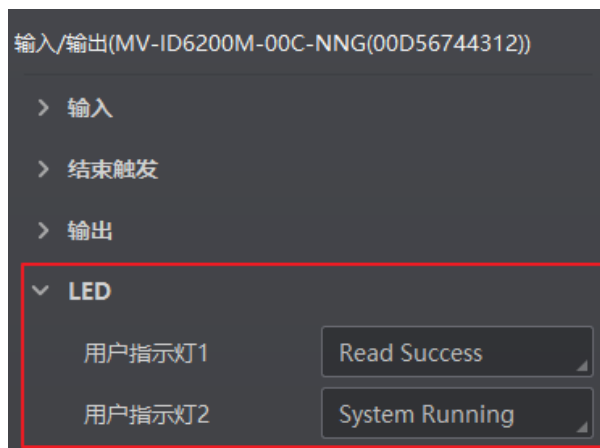

图3-51 进入属性树
1. 进入“输入输出”模块，单击“LED”展开进行指示灯设置，如图 3-51 所示。